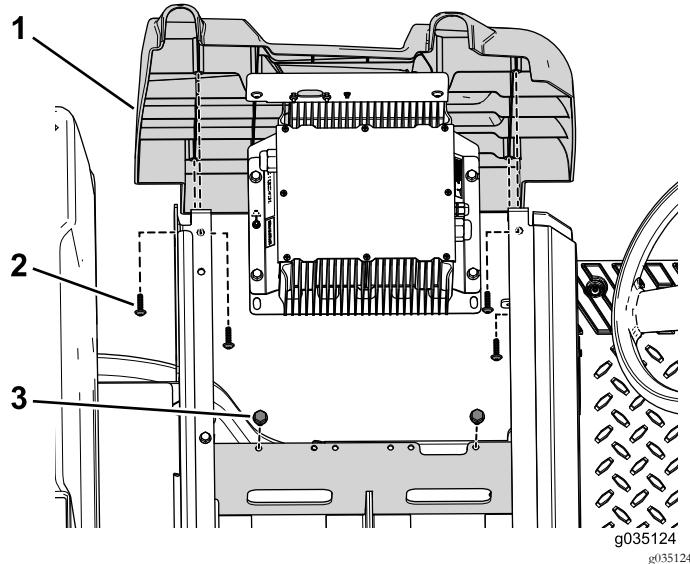

图 56
4. 拧下将充电器支架固定到电池托盘上的 2 个螺栓 图 56。
5. 拧下将左侧盖固定到机器的 4 个自攻螺丝 图 56。